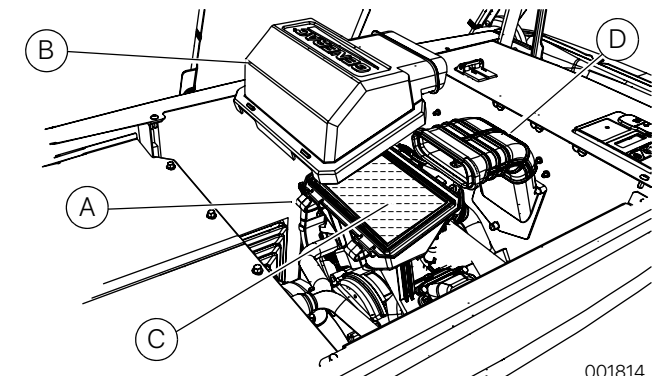

Рис. 4-4. Обслуговування очищувача повітря
2. Див. Рис. 4-4. Зніміть фіксатори кришки (A) та кришку (B) очищувача повітря.
3. Зніміть старий елемент повітряного фільтра (C) та викиньте.
7. Переконайтеся, що впускний повітропровід (D) належним чином під'єднаний до кришки очищувача повітря.